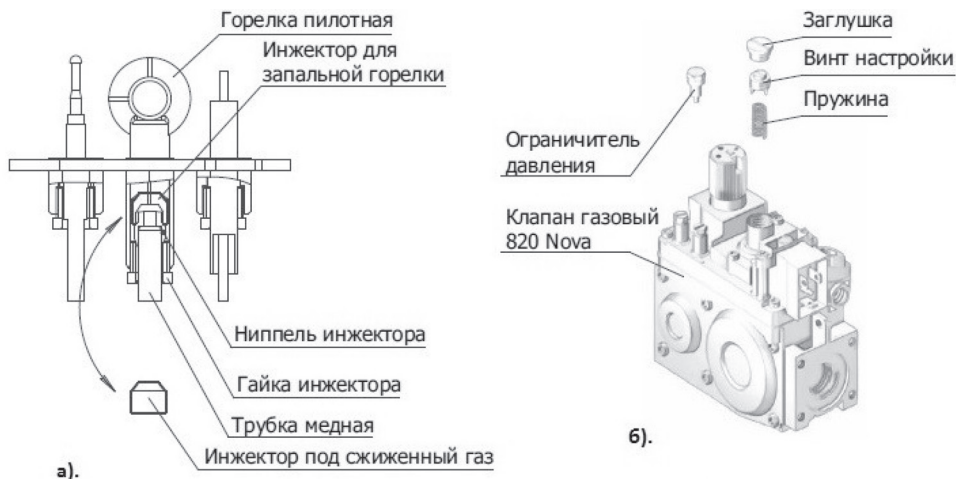

Рисунок 9 - Схема переналадки горелки печи на сжиженный газ
1. Открутить с фланца пилотной горелки гайку и ниппель инжектора с трубкой медной и снять инжектор для запальной горелки (Рисунок 9 а). Взамен его установить в пилотную горелку инжектор под сжиженный газ из комплекта по переналадки. Закрепить трубку медную на фланце горелки ниппелем инжектора с помощью гайки инжектора. Убедиться в надежной фиксации.
2. Снять с клапана газового 820 Nova ограничитель давления (латунный колпачок на верхней части клапана), находящийся под заглушкой пластмассовый установочный винт и пружину (Рисунок 9 б) и заменить их ограничителем давления под сжиженный газ из комплекта переналадки. Момент затяжки ограничителя давления — 1 Нм.